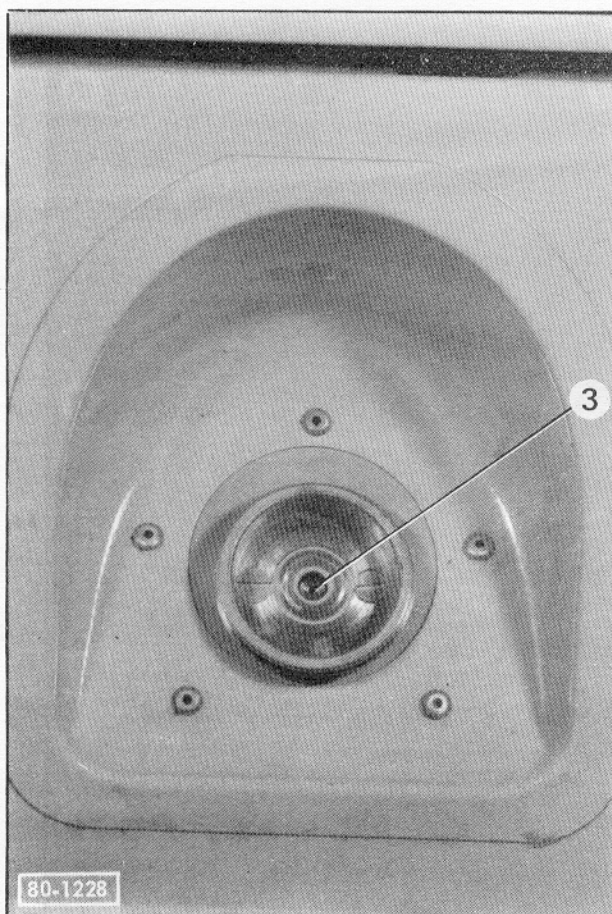

Fig. 2
- Un orifice de remplissage (Fig.2) avec clapet anti-retour (3) relié à la multivanne par un flexible blindé.